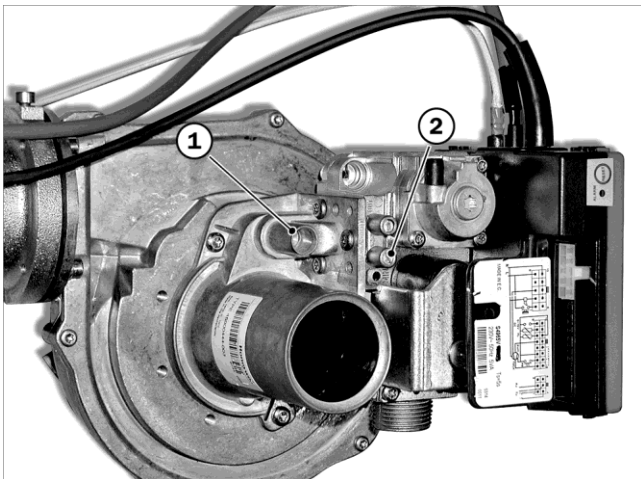

Abb. 18: Brenner einstellen
- Zum Überprüfen des Fließdrucks des Gases bei laufendem Brenner, dient der Messstutzen ➔ Abb. 18 (2).